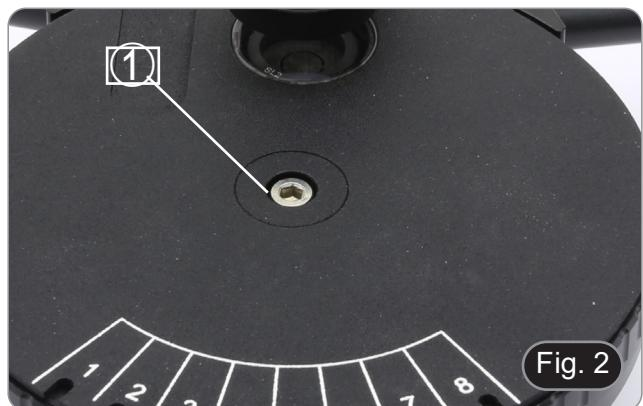

Fig. 2
3. Vuelva a colocar la tapa y apriete el tornillo de fijación ①. (Fig. 2)